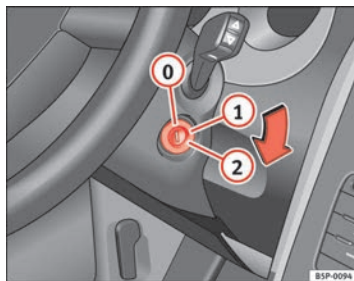

Abb. 138 Stellungen des Zündschlüssels
In dieser Stellung ⇒ Abb. 138 sind die Zündung und der Motor ausgeschaltet und die Lenkung kann gesperrt werden.
- Drehen Sie den Zündschlüssel in Stellung ⇒ Seite 174, Abb. 138 . Beim Vorglühen des Motors leuchtet die Kontrollleuchte  auf.
- Drehen Sie den Zündschlüssel in Stellung ⇒ Seite 174, Abb. 138 .